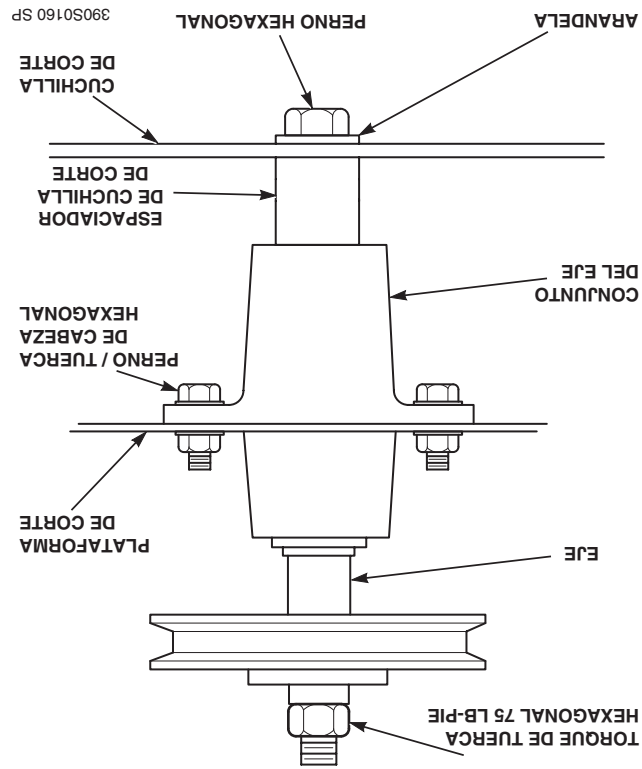

Figura 7-10 Reemplazo de la cuchilla
3. Asegure las cuchillas de corte para evitar que giren, para ayudarlo a asegurar las cuchillas de corte) y quite la tuerca del perno de fijación de la cuchilla. Quite la cuchilla de corte, el perno y el espaciador del eje. (Figura 7-10).
6. Instale la tuerca hexagonal en el perno de la cuchilla en la parte superior del eje de corte. Evite el giro de las cuchillas con un apriete de 75 lbs-pie. (Vea la Figura 7-10)